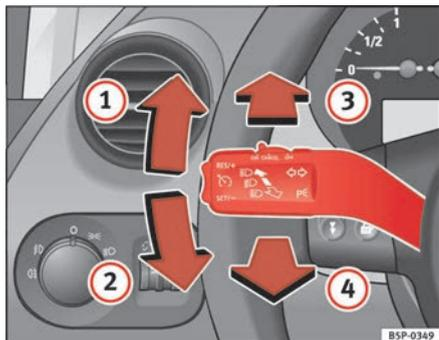

Fig. 78 Levier des clignotants et de l'inverse-codes
- Soulevez le levier jusqu'en butée ⇒ fig. 78 ① pour actionner les clignotants **droits** ou abaissez-le jusqu'en butée ② pour actionner les clignotants **gauches**.
- Poussez le levier vers l'avant ⇒ fig. 78 ③ pour allumer les feux de route.